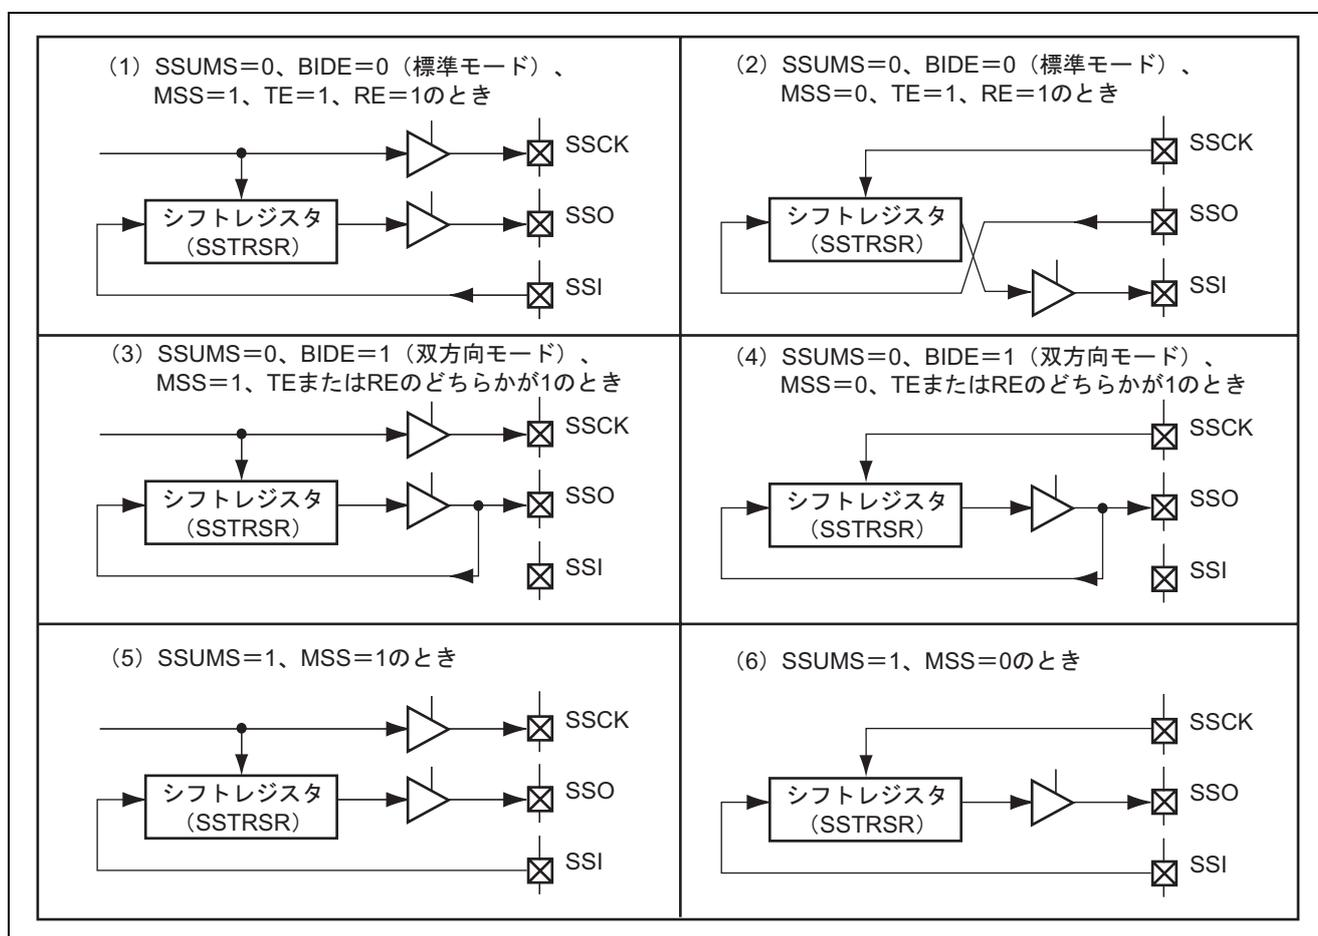

図 19.3 データ入出力端子とシフトレジスタの関係
SSCRH の MSS、BIDE と、SSCRL の SSUMS の組み合わせにより、データ入出力端子と SS シフトレジスタ (SSTRSR) の接続関係が変わります。これらの接続関係を図 19.3 に示します。
SSU は、BIDE=0、MSS=1 (標準、マスタモード) で動作しているとき、SSO 端子からシリアルデータを送信し、SSI 端子からシリアルデータを受信します (図 19.3 (1))。また、BIDE=0、MSS=0 (標準、スレーブモード) で動作しているとき、SSI 端子からシリアルデータを送信し、SSO 端子からシリアルデータを受信します (図 19.3 (2))。
BIDE=1 (双方向モード) では、マスタモード、スレーブモードに関わらず、SSO 端子からシリアルデータの送信または受信を行います (図 19.3 (3)、図 19.3 (4))。
SSUMS=1 で動作しているとき、SSO 端子からシリアルデータを送信し、SSI 端子からシリアルデータを受信します。MSS=1 のときは SSCK 端子から内部クロックを出力し、MSS=0 のときは SSCK 端子は入力端子となります (図 19.3 (5)、図 19.3 (6))。